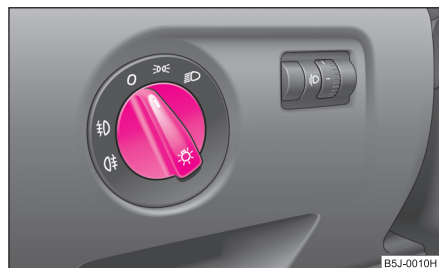

Fig. 31 Tableau de bord: Commutateur d'éclairage
- Faites tourner le commutateur d'éclairage ⇒ fig. 31 sur la position ☄.
- Faites tourner le commutateur d'éclairage sur la position O ⇒ fig. 31.
- Enclenchez le commutateur d'éclairage sur les feux de position ☄ ou feux de route D ⇒ fig. 31.
Sur les véhicules avec **direction à droite***, la disposition des boutons diffère partiellement de celle indiquée dans ⇒ fig. 31. Les symboles illustrant les positions des boutons sont toutefois identiques.